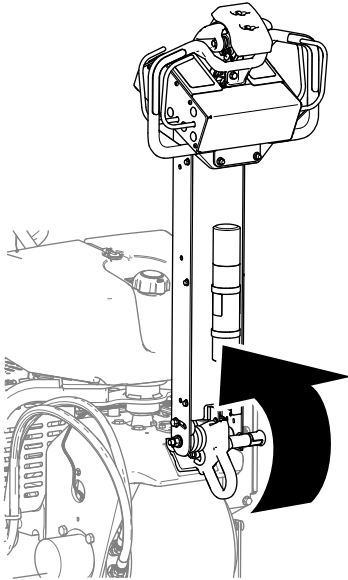

Figura 65
1. Levante el manillar completamente para activar el freno de estacionamiento (Figura 65).